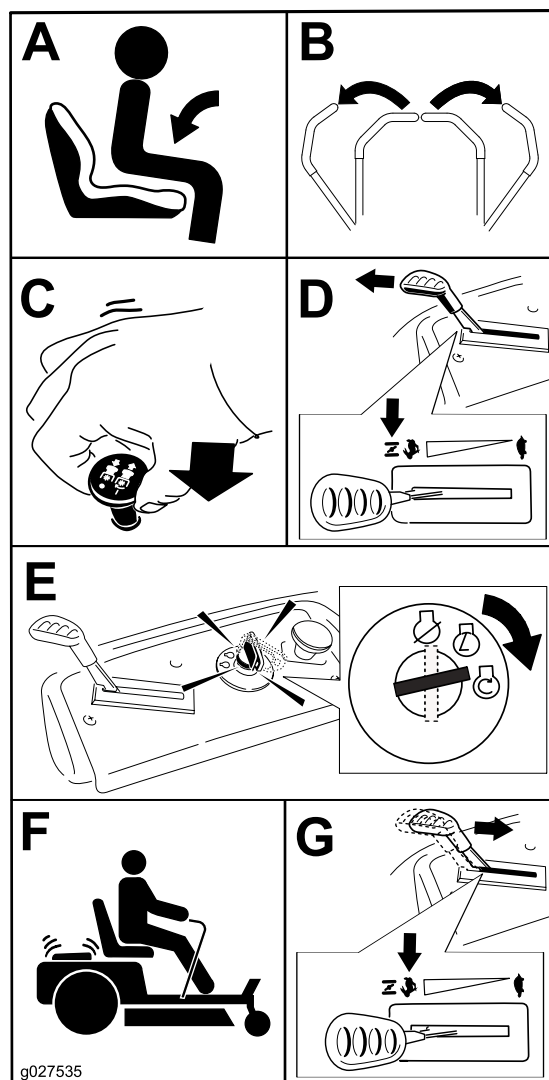

Figure 22
**Remarque:** Vous devrez éventuellement maintenir le levier contre la butée, à la position starter, pendant que vous tentez de démarrer le moteur (Figure 22).